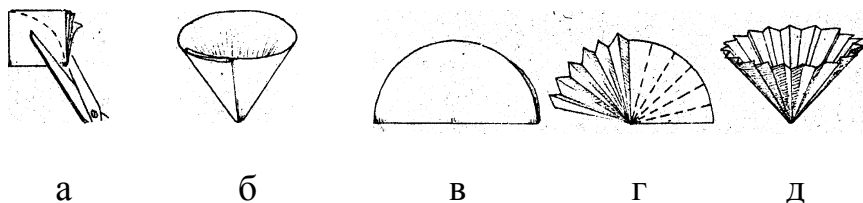

Рис. 4. Изготовление гладкого (а, б) и складчатого (а, в, г, д) фильтров
складывают его сначала вдвое, а потом вчетверо (рис. 4). Угол сложенного квадрата обрезают ножницами по дуге, отделяют пальцем один слой бумаги от трех остальных и расправляют. Получается конус. Приготовленный фильтр вкладывают в воронку так, чтобы он плотно прилегал к ее стенкам; затем, слегка прижимая бумагу пальцем к стеклу воронки, смачивают фильтр небольшим количеством растворителя.
*Приготовление складчатого фильтра.* Для изготовления складчатого фильтра гладкий фильтр раскрывают так, чтобы получился полукруг (рис. 4). Затем складывают по радиусу как можно чаще, то в одну, то в другую сторону. Получается гармошка, которую расправляют так, чтобы получился конус, и вставляют в воронку.